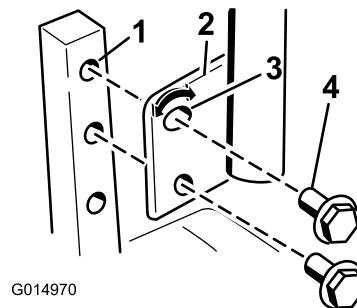

Figura 24
1. Retire los 2 pernos que fijan la palanca de control al brazo de la palanca (Figura 24).
2. Mueva la palanca al juego de taladros siguiente. Fije la palanca con los 2 pernos (Figura 24).
2. Afloje el perno inferior lo suficiente para poder desplazar hacia adelante o hacia atrás la palanca de control (Figura 24). Apriete ambos pernos para fijar el control en la posición nueva.